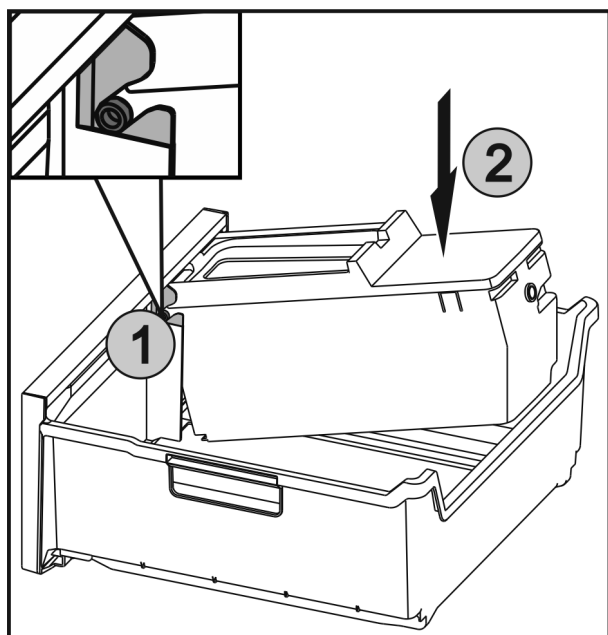

Fig. 59
- ▶ Вставить оси Fig. 59 (1) на EasyTwist-Ice в направляющие и вдавить заднюю сторону Fig. 59 (2) до фиксации накладки.